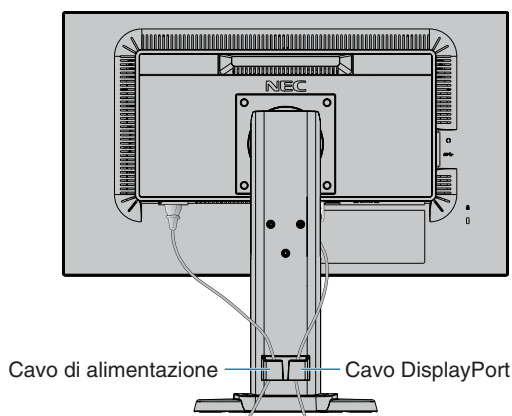
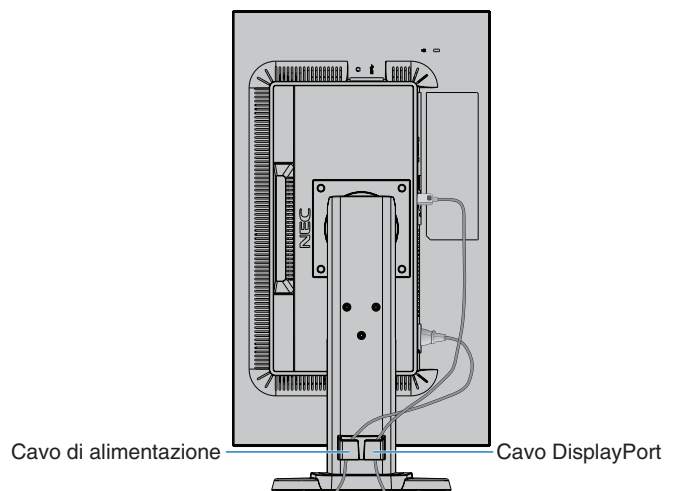

Figura C.2
Figura C.3
5. Posizionare in modo saldo e ordinato i cavi nel sistema di gestione dei cavi incorporato nel supporto del monitor (**Figura C.2** e **Figura C.3**).